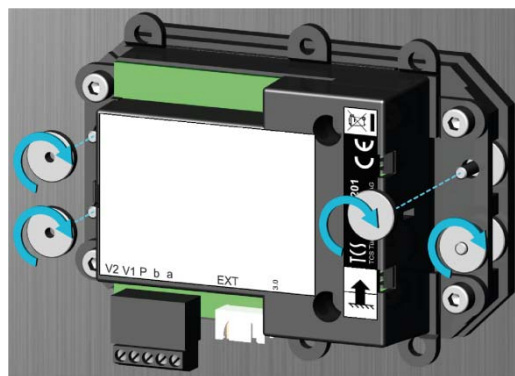

Abb. 11: Kameramodul mit Montagerahmen verbinden
- ▶ Befestigen Sie das Kameramodul mit 4x Rändelmutter M3 auf den Montagerahmen (Abb. 11).